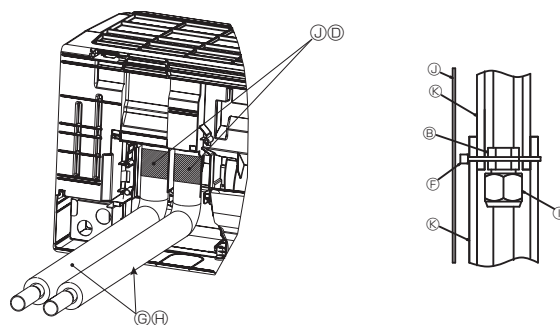

Fig. 3-19
- (7) Couvrir le raccord à l'aide d'un cache-tuyaux et fixer à l'aide d'une bande Ⓕ. (Fig. 3-19)